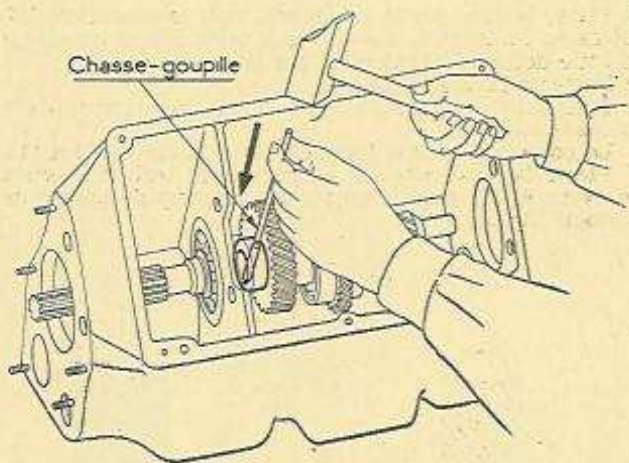

Figure 30.
- Sortir la goupille GZ 7 A 1 avec un chasse-goupille (fig. 30).